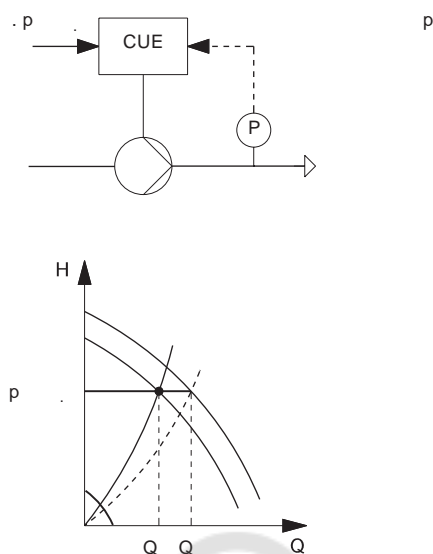

Рис. 106 Регулирование по постоянному давлению
Контроллер PID сравнивает требуемое установленное значение ($p_{уст.}$) с фактическим значением (p), измеренным датчиком (P). См. рис. 106.